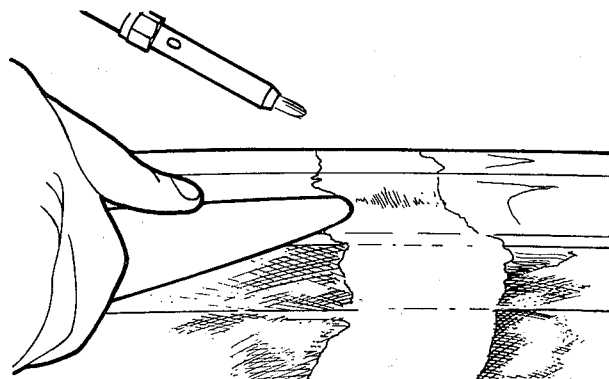

fig. 118
10. Lixar as regiões soldadas verticalmente e aplicar solda de enchimento — estanho, nas emendas (fig. 118)